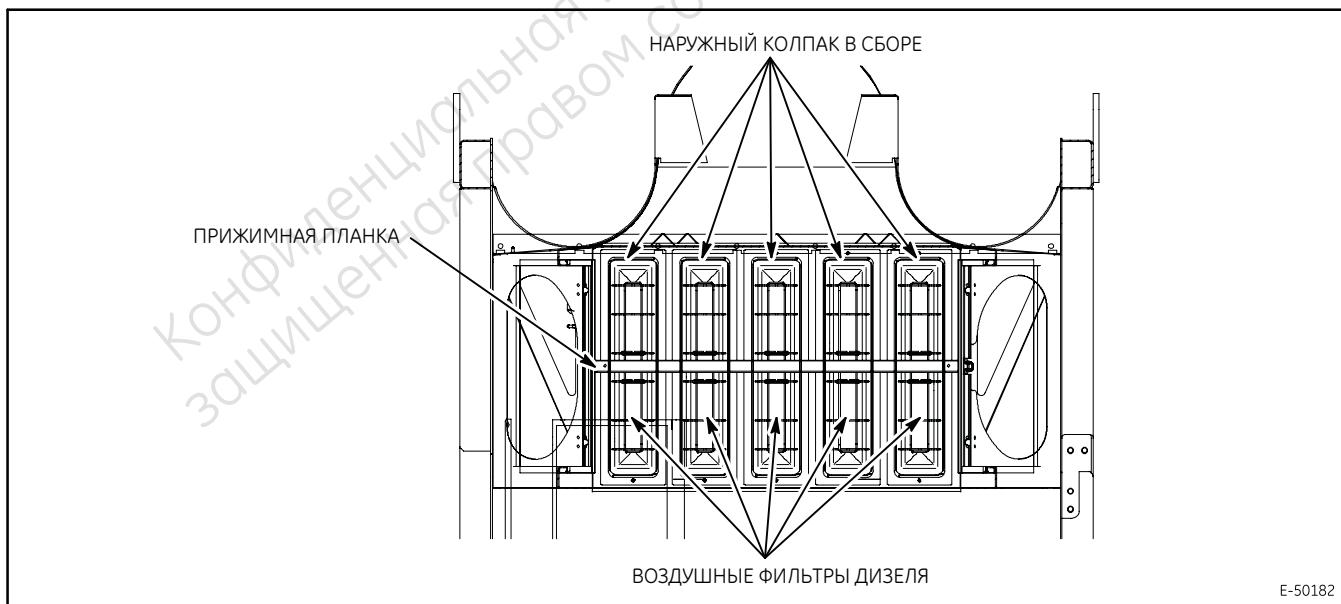

Figure 3. Компоновка воздухоочистителя дизеля.
2. Снимите прижимную планку и наружный колпак в сборе с корпуса воздухоочистителя дизеля (Figure 3 ).